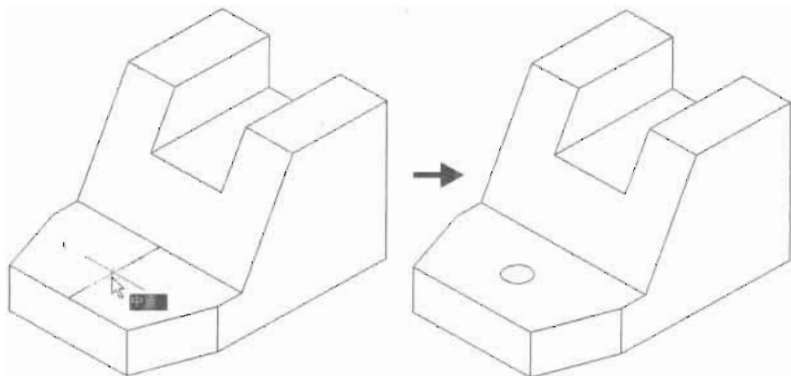

图 11-44
(2) 单击“绘图”工具栏中的“椭圆”按钮, 然后绘制俯视平面上的等轴测圆, 再删除上一步绘制的辅助线, 绘制效果如图 11-44 所示, 相关提示命令如下。
指定等轴测圆的圆心: //捕捉如图 11-44 所示的中点作为圆心